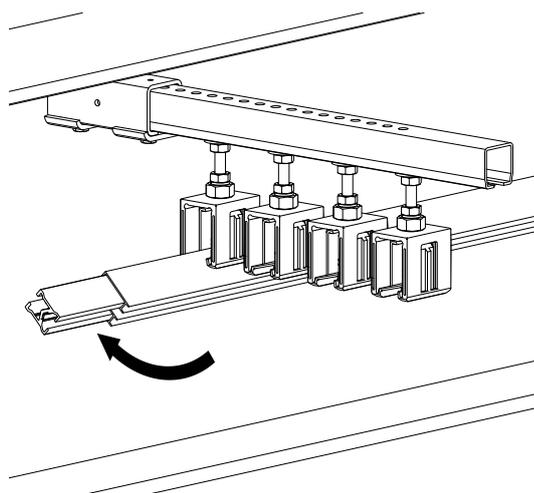
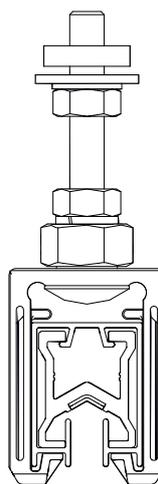

Fig. 60 : Clipser le rail dans la griffe de suspension.
Fig. 61 : Le rail est clipsé dans la griffe de suspension.
- Insérer le premier rail conducteur dans la griffe de suspension en respectant un angle d'env. 45° et le fixer (voir Fig. 60). S'assurer que le rail conducteur s'engage correctement et que la griffe de suspension entoure le profilé d'isolation en haut et en bas (voir Fig. 61).